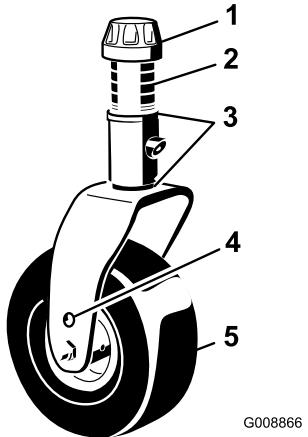

図 23
- キャスタのシャフトからテンショニングキップを外す（図 23）。そして、キャスタアームからシャフトを抜き出す。最初についていたように、キャスタシャフトにシム（3mm）を 2 枚セットする。適正数のスペーサシャフトにセットして希望の刈高にする。
- キャスタシャフトを前キャスター臂に押し込む。シムを取り付け（最初についていたように）、残りのスペーサをシャフトに取り付ける。テンショニングキップを取り付けてアセンブリを固定する（図 23）。